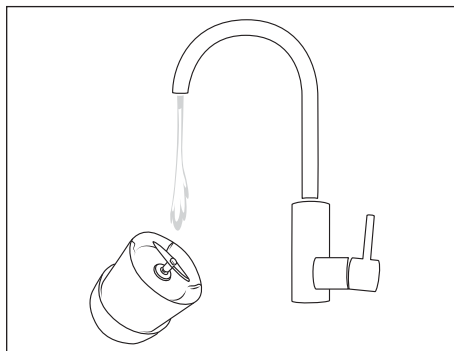

Fig. 2
- ◆ Lavare solo la lama a croce **8** con cautela sotto l'acqua corrente, utilizzando eventualmente uno spazzolino. Assicurarsi che non giunga acqua al coperchio **1** e non immergere l'apparecchio nell'acqua! Inclinare l'apparecchio in modo che solo la lama a croce **8** sporga nel getto d'acqua (vedere fig. 2). Se si esegue la pulizia subito dopo l'uso, è più facile rimuovere la sporcizia.